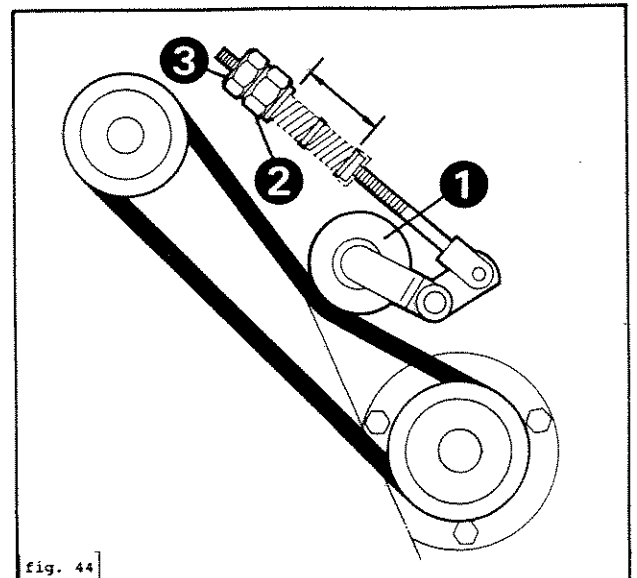

fig. 44
La courroie trapézoïdale d'entraînement des rouleaux est maintenue à la tension adéquate, voir fig. 44, par un galet de pression en nylon (1). Vous pouvez ajuster la tension de cette courroie en tournant l'écrou de réglage (2) de façon que la longueur du ressort sur le galet de pression soit de 105 mm. Verrouillez ensuite à l'aide de l'écrou de blocage (3).